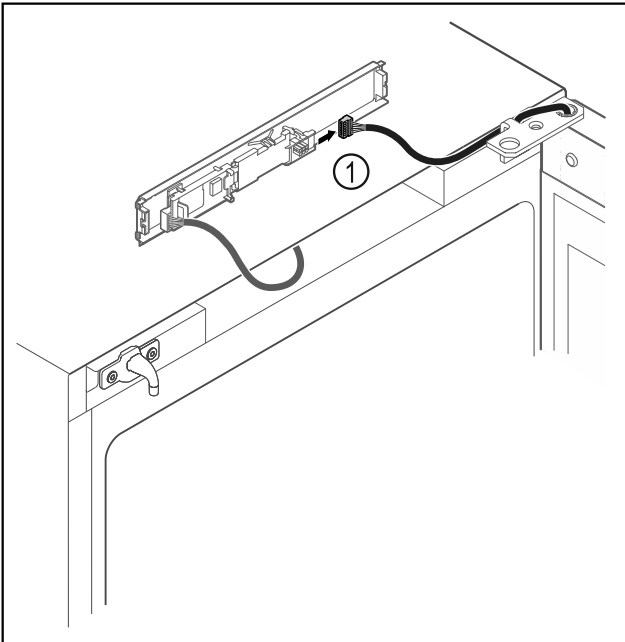

Fig. 12
- ▶ Отсоедините штекер Fig. 12 (1) от панели.